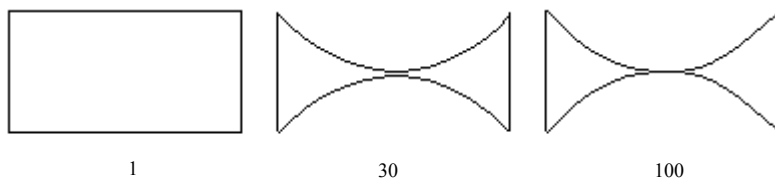

图 4.5.13 四边形网格 Jacobian Ratio (一)
- 对于任何一个矩形单元或平行四边形单元，其不管是否含有中间节点，Jacobian Ratio 都为 1。图 4.5.13 所示的是 Jacobian Ratio 为 1、30、100 时的四边形网格。